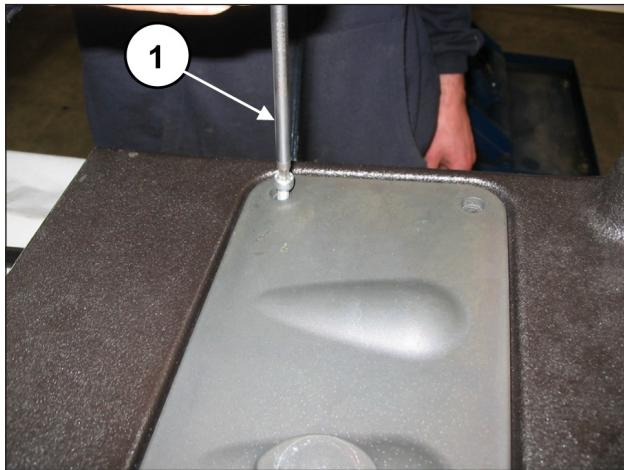

图 139
拧下4+4个固定螺钉，卸下上部（位置①，图 139）和下部（位置②，图 140）检查盖。